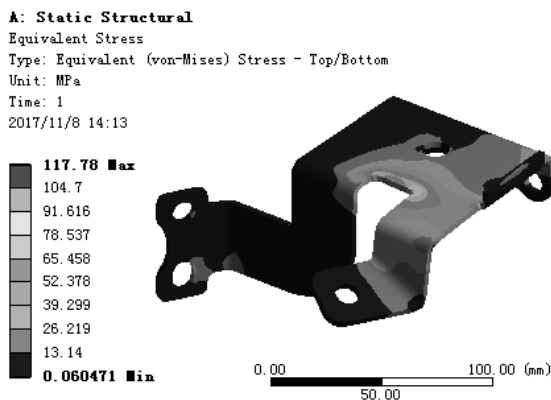

图 7.9.6 查看应力结果图解
(1) 求解分析。在顶部工具栏中单击 **Solve** 按钮求解分析。
(2) 查看应力结果图解。在“Outline”窗口中选中 **Equivalent Stress**，查看图 7.9.6 所示的应力结果，其最小应力为 0.060471MPa，最大应力为 117.78MPa。